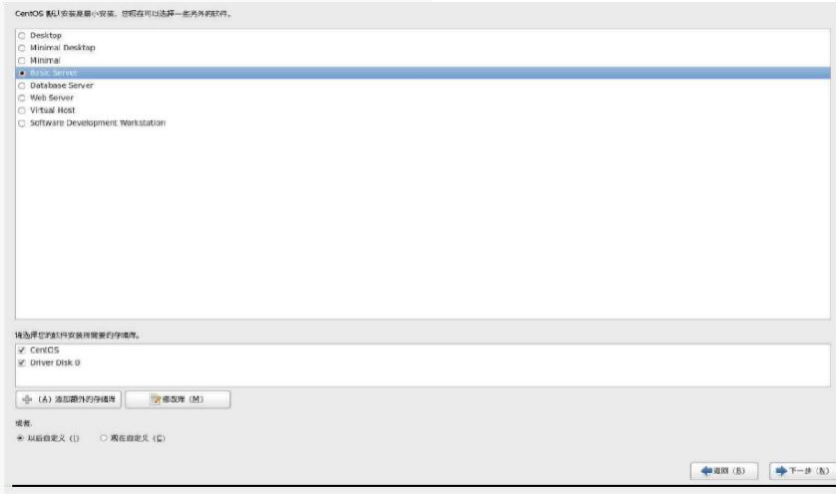

图 6-39
t. 单击下一步进入软件选择，CentOS 为了方便安装，将服务器进行分类，选择不同的分类会安装不同的软件包组。如图 6-39 所示。